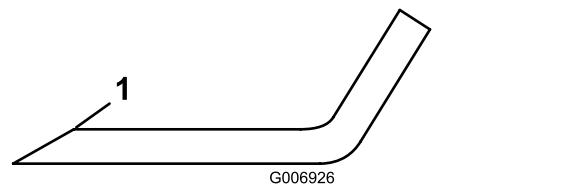

Bild 74
4. Untersuchen Sie die Schnittkanten aller Messer. Wenn sie stumpf sind oder Kerben aufweisen, schärfen Sie nur die Oberseite der Schnittkanten und behalten dabei den ursprünglichen Schnittwinkel bei, um die Schärfe zu gewährleisten (Bild 74).